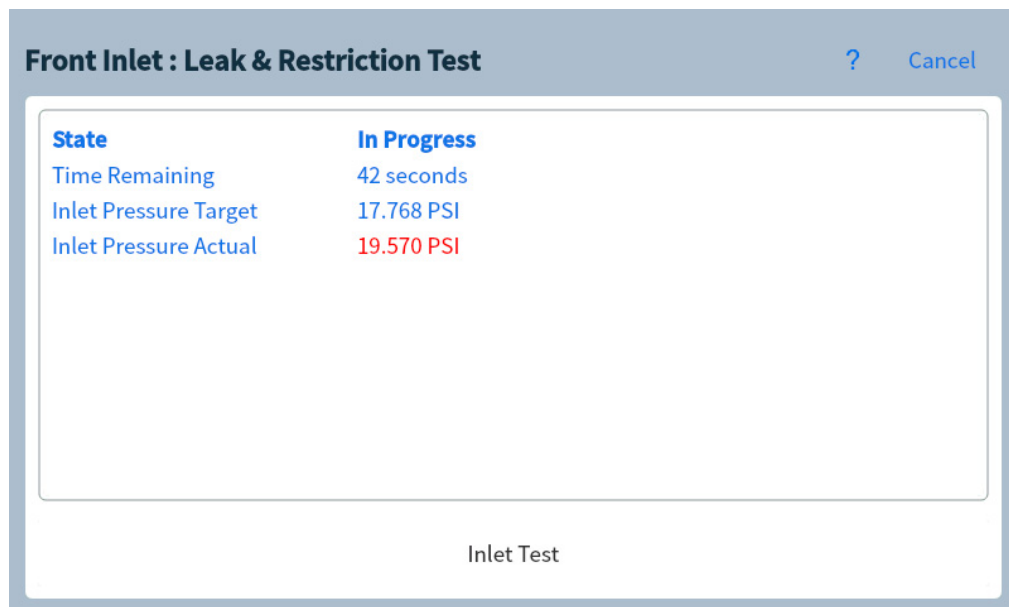

Figura 43. Página de pruebas de fugas y restricciones
- 3 Seleccione **Iniciar prueba (Start Test)**. Se iniciará la prueba. Los detalles de la prueba se muestran junto con los resultados de la misma. Consulte **Figura 43**.